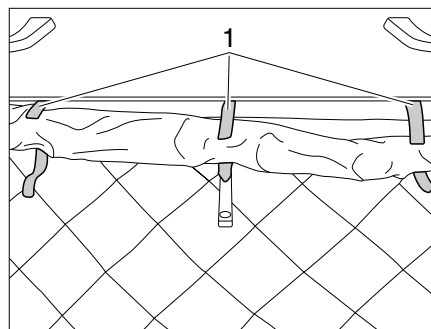

Bild 8 Klettverschlüsse öffnen
- Drei Klettverschlüsse (Bild 8,1) des Stoffbalgs öffnen.
- Stoffbalg im Bereich der Verriegelung sorgfältig aufrollen und mit drei Klettverschlüssen (Bild 8,1) fixieren.